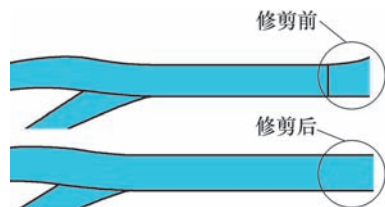

图11 优化驱动曲面
(2) 采用小于槽宽的刀具加工时，选择“mill_multi-axis”环境下“可变轮廓铣”→“曲面”驱动方式加工。曲面驱动加工是根据曲面形状产生相应刀路轨迹投影到加工面上。由于导槽侧壁曲面高度不相等，会导致刀路轨迹起伏不平，发生“踩刀”现象，因此，编程时，要对驱动曲面进行优化处理，把驱动曲面复制出来并修剪成等高曲面，如图11所示。选取修剪后的侧壁面为驱动曲面，槽底面为加工部件，如图12所示。
象，因此，编程时，要对驱动曲面进行优化处理，把驱动曲面复制出来并修剪成等高曲面，如图11所示。选取修剪后的侧壁面为驱动曲面，槽底面为加工部件，如图12所示。